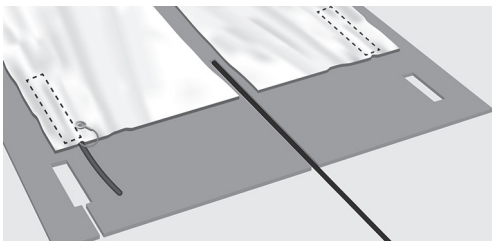

Abb. 8. Ausschnitt in der Unterlage
8. Sobald die Heizmatte oder Heizmatten gemäß Ihrer Zeichnung montiert wurden, sollten Ausschnitte in der Unterlage durchgeführt werden, um Platz für die Verbindungen in der Heizmatte zu schaffen (Abb. 8).